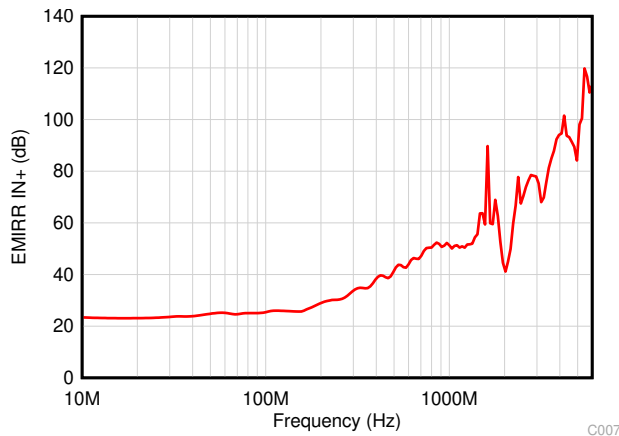

图 7-2. EMIRR 测试
OPAx391 通过集成电磁干扰 (EMI) 滤波来降低无线通信设备、混合使用模拟信号链和数字元件的高密度电路板等干扰源产生的 EMI 干扰影响。通过电路设计技术可改进 EMI 抗扰度; OPAx391 受益于这些设计改进措施。德州仪器 (TI) 已经开发出在 10MHz 至 6GHz 扩展宽频谱范围内准确测量和量化运算放大器抗扰度的功能。图 7-2 显示了对 OPAx391 执行此测试的结果。表 7-1 列出了 OPAx391 在实际应用中常见特定频率下的 EMIRR IN+ 值。表 7-1 列出的应用可在下图给出的特定频率或其近似频率下运行。有关详细信息也可参阅 运算放大器的 EMI 抑制比应用报告, 可从 [www.ti.com](http://www.ti.com) 下载此报告。
OPAx391 的 EMIRR +IN 与频率间的关系图如图 7-2 所示。OPAx391 单位增益带宽为 1MHz。低于该频率的 EMIRR 性能表示存在位于运算放大器带宽内的干扰信号。